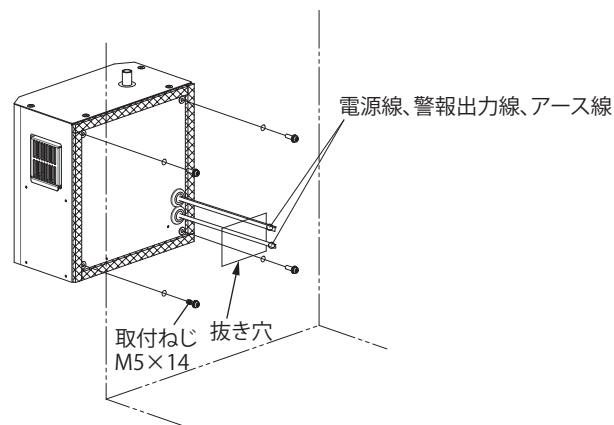

図 4
2. 抜き穴から電線（電線、警報出力、アース）をキャビネット内側へ通してください。（図 4）
3. 付属の取付ねじ M5×14（4 本）を使用して、キャビネットに確実に固定してください。（図 4）